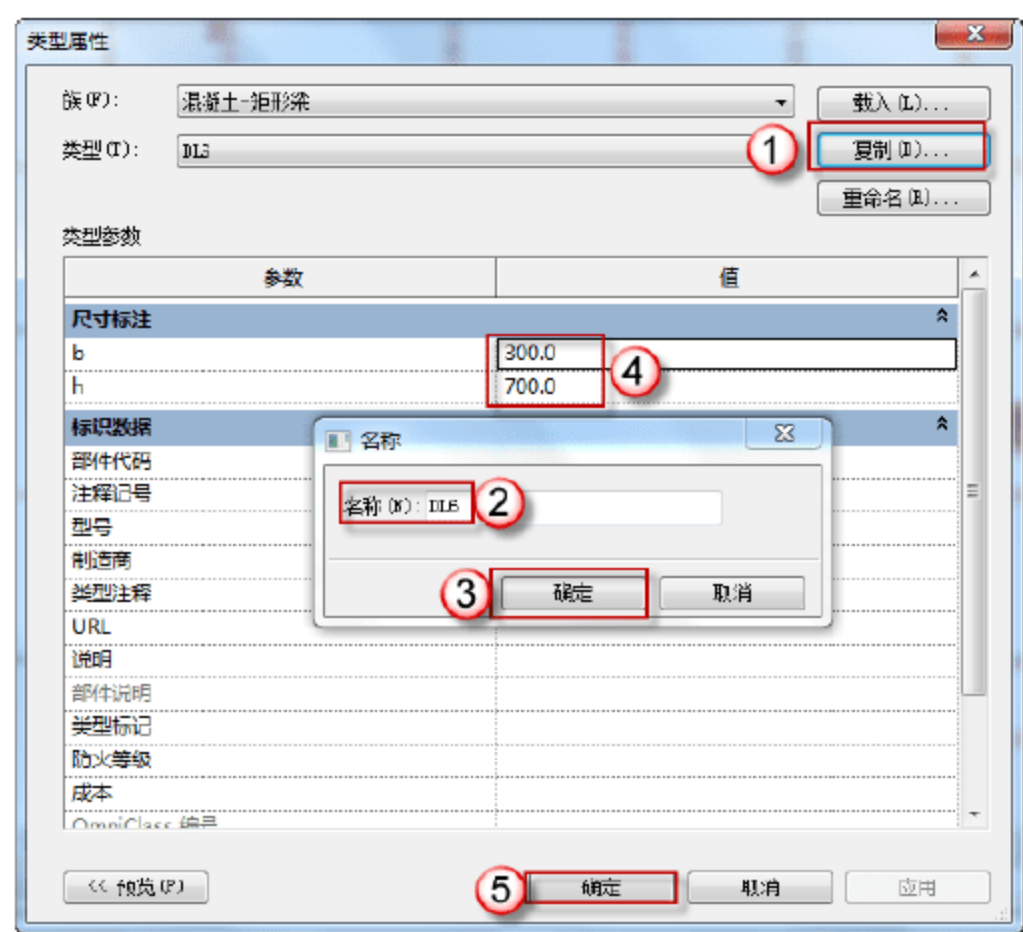

图 3.1.64 编辑 DL6 信息
(14) 设置 DL6。选择“结构”→“梁”→“编辑类型”命令，在弹出的“类型属性”对话框中，单击“复制”按钮，在弹出的对话框中输入 DL6，单击“确定”按钮。在“尺寸标注”栏中输入 b、h 的尺寸，单击“确定”按钮，如图 3.1.64 所示。